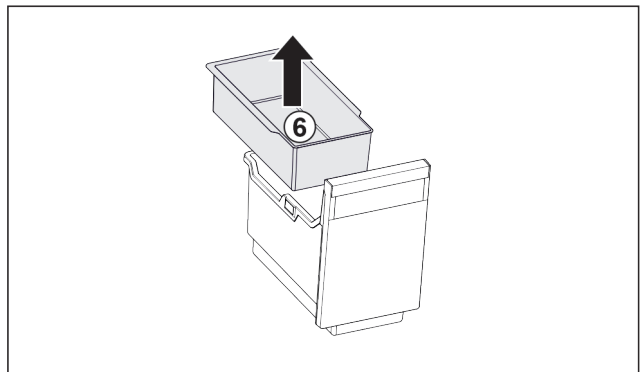

Fig. 105
- ▶ Einhängeschale Fig. 105 (6) entnehmen.